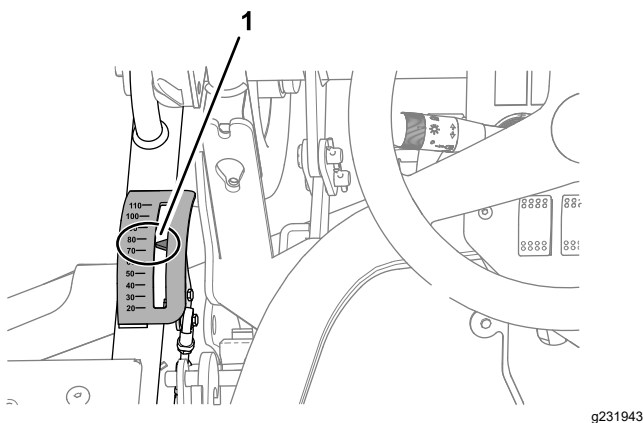

Figura 121
1. Regolate l'altezza di taglio su 75 mm (Figura 121).